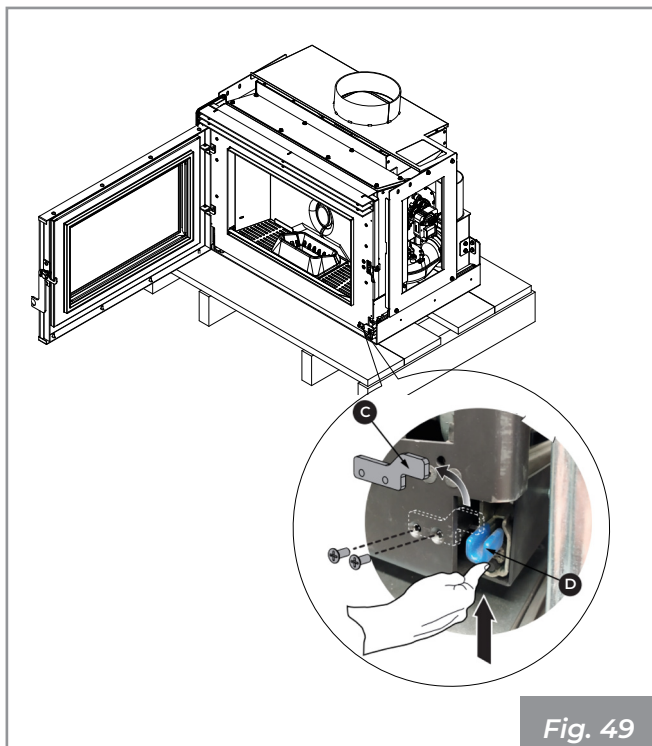

Fig. 49
- Retirar los tornillos (A) y extraer el panel.
- Utilizar un cepillo con mango flexible para limpiar los tubos de intercambio presentes en la cámara de combustión (Fig. 49)